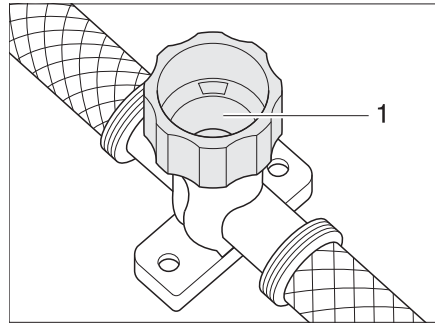

Bild 131 Avtappningskran för varmvattenaggregat
- Stäng avtappningskranen. Vrid då locket (Bild 131,1) medurs.
- Öppna avtappningskranen till varmvattenaggregatet. Vrid då locket (Bild 131,1) moturs.